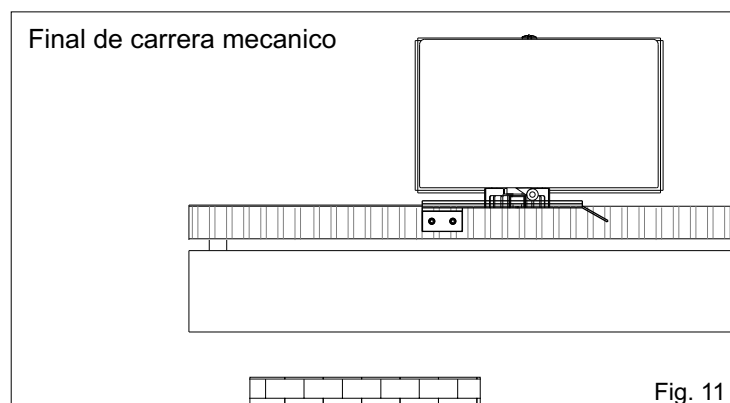

Fig. 11
- Posicionar la plaquita sobre la cremallera de manera que se accione la manecilla del fin de carrera mecánico,(Fig. 11) y fijarla en ella con los tornillos en equipamiento.